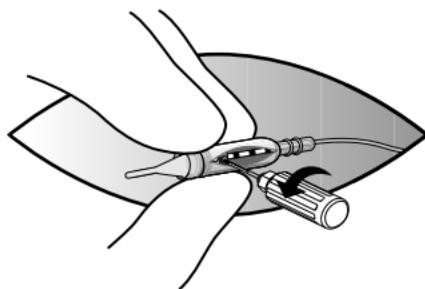

Figure 6. Desserrage de la vis de fixation.
6. Desserrer la vis de fixation dans le bloc connecteur à vis de fixation en faisant tourner la clé dynamométrique dans le sens inverse des aiguilles d'une montre (environ un tour) (Figure 6).